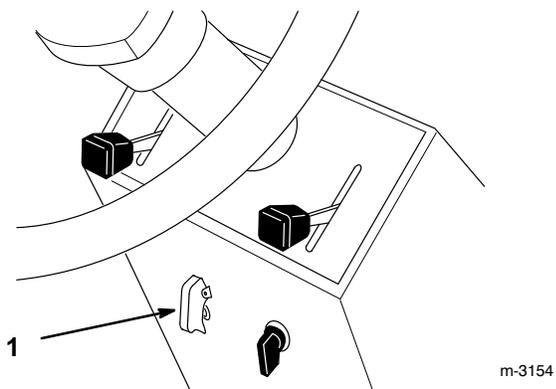

Figure 5
3. Pour embrayer la prise de force, soulever le capot de protection du commutateur de PdF et enfoncer le commutateur en position de marche ("ON") (Fig. 5).
1. Il suffit de refermer le capot de protection du commutateur de PdF pour mettre le commutateur de PdF en position d'arrêt ("OFF") (Fig. 5).